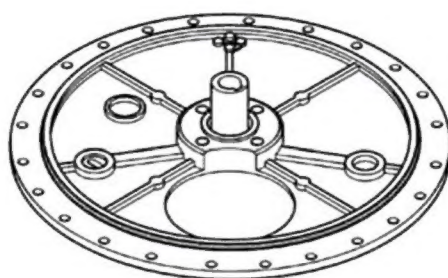

图 14
(1) 将切换开关置于干净的水平台面上。
(2) 拆下分接开关头盖(24-M10 螺栓, 17 号扳手), 注意不要损伤头盖上的 O 形密封圈(图 14)。(特殊设计:带压力释放阀的盖见附页 3)